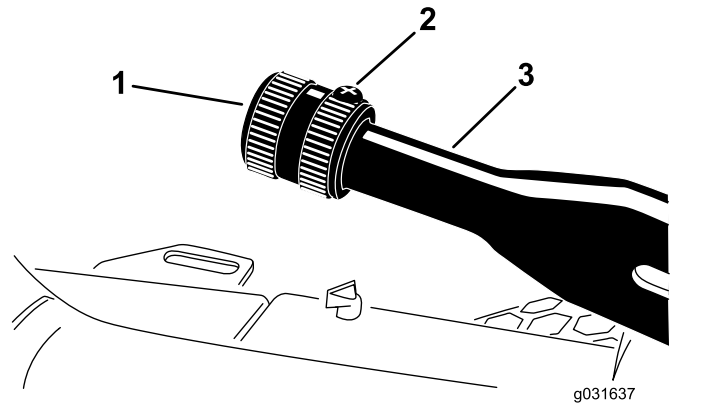

Figure 59
1. Desserrez la vis de fixation du bouton sur le levier du frein de stationnement (Figure 59).